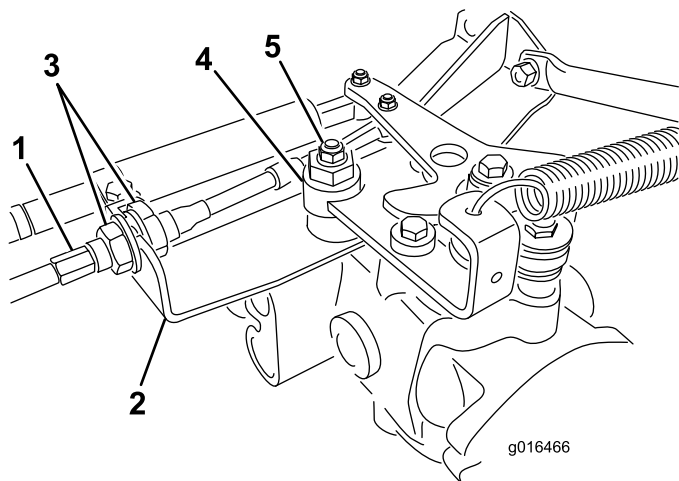

図 43
- A. 走行ケーブルを油圧トランスミッションのバルクヘッドに取り付けているジャムナット 図 43 を両方ともゆるめる。ジャムナットは調整ができるよう十分に、また均等にゆるめること。
- B. 偏芯ナットをトランスミッション上部に止めているナット 図 43 をゆるめる。
- D. どちらにも車輪が回らないように偏芯ナットを回して調整する。調整ができたなら固定ナットを締める 図 43。スロットル低速 および高速位置で調整が正しいことを確認する。
定する図 43。ケーブルをねじらないように注意すること。